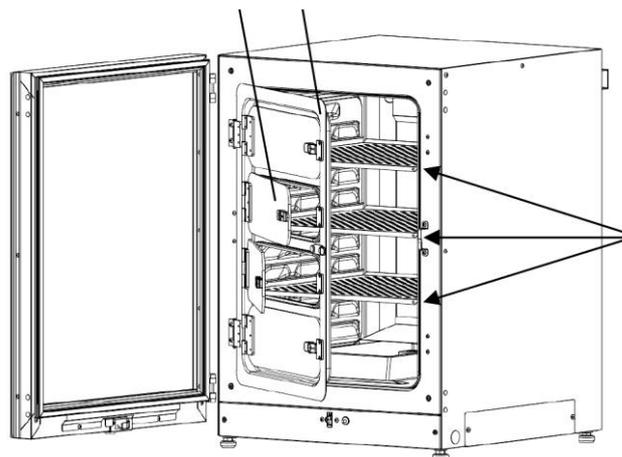

Рис. 3
Для эффективного использования газонепроницаемых разделительных дверец, установите три лотка (стандартное оборудование) на том же уровне, что и нижняя сторона каждой газонепроницаемой разделительной дверцы (Рис. 3).
4. Вытащите сопло впуска газа N2/O2 и трубку сопла впуска газа (Рис. 3).